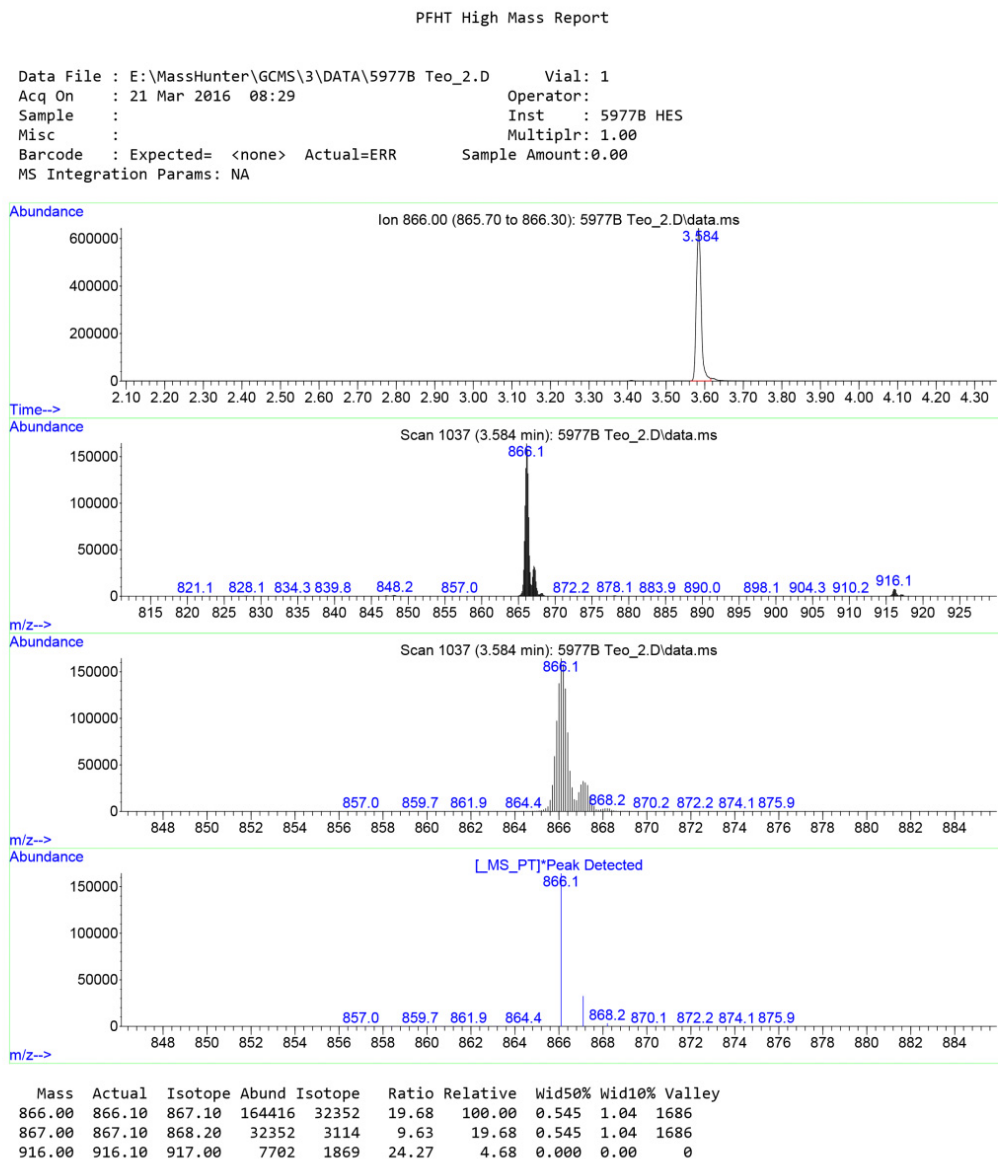

Figure 43 Rapport masses élevées du PFHT
- 7 L'analyse ne prend que 5 minutes, impression du rapport comprise. (Voir **Figure 43** page 146.)